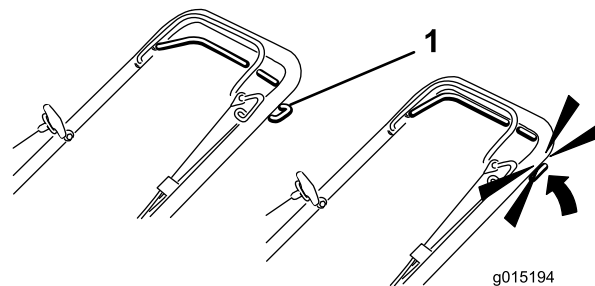

Figure 23
1. Pour actionner le système d'autotraction, serrez et maintenez la barre de commande contre le guidon (Figure 23).